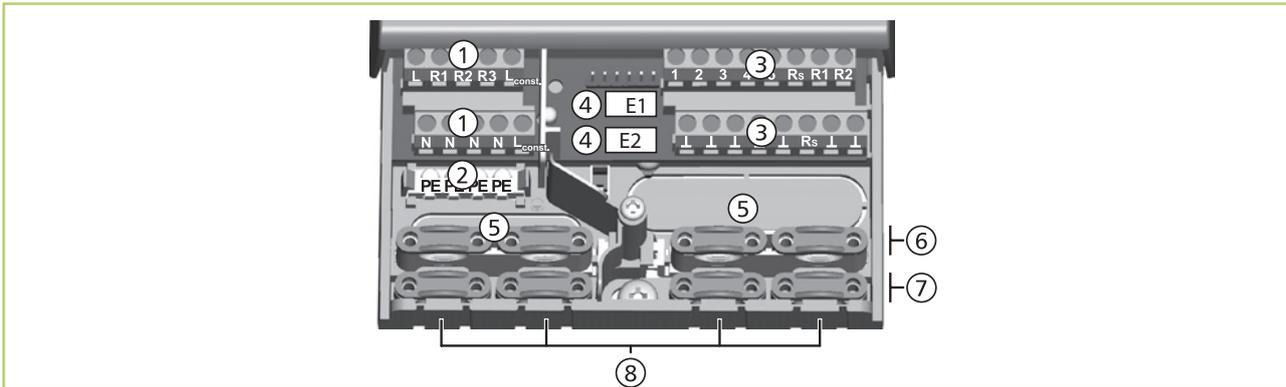

Abb. 30: Anschlussklemmen im unteren Teil des Reglers (Klemmenabdeckung entfernt)
1. ➤ Leitungsöffnungen ⑤ (Abb. 30) mit einem geeigneten Werkzeug ausbrechen.
1. ➤ Benötigte Leitungsöffnungen ⑧ (Abb. 30) links und rechts mit einem geeigneten Messer einschneiden und ausbrechen.